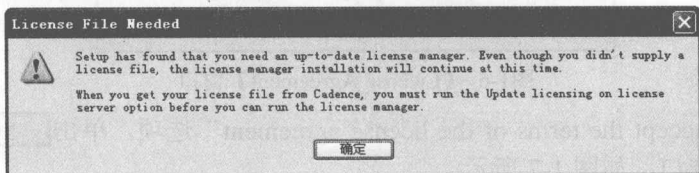

图1-9 提示信息
(5) 单击 **Next >** 按钮，出现图 1-9 所示提示信息。